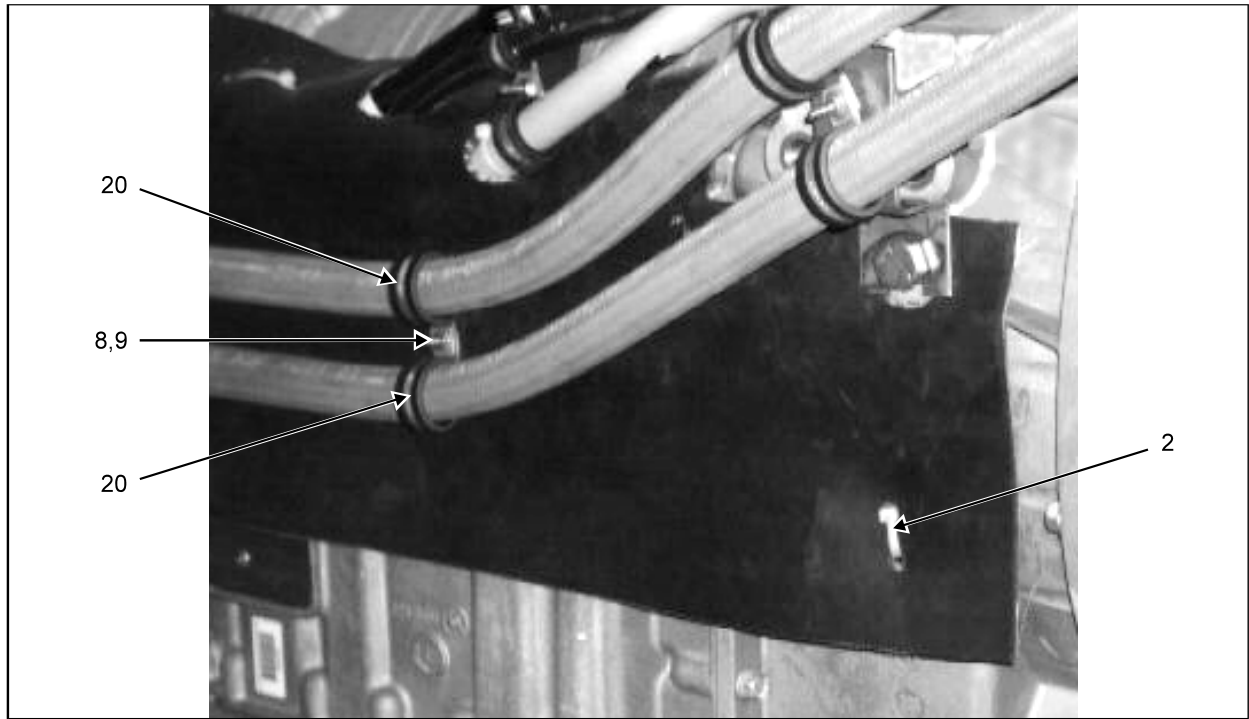
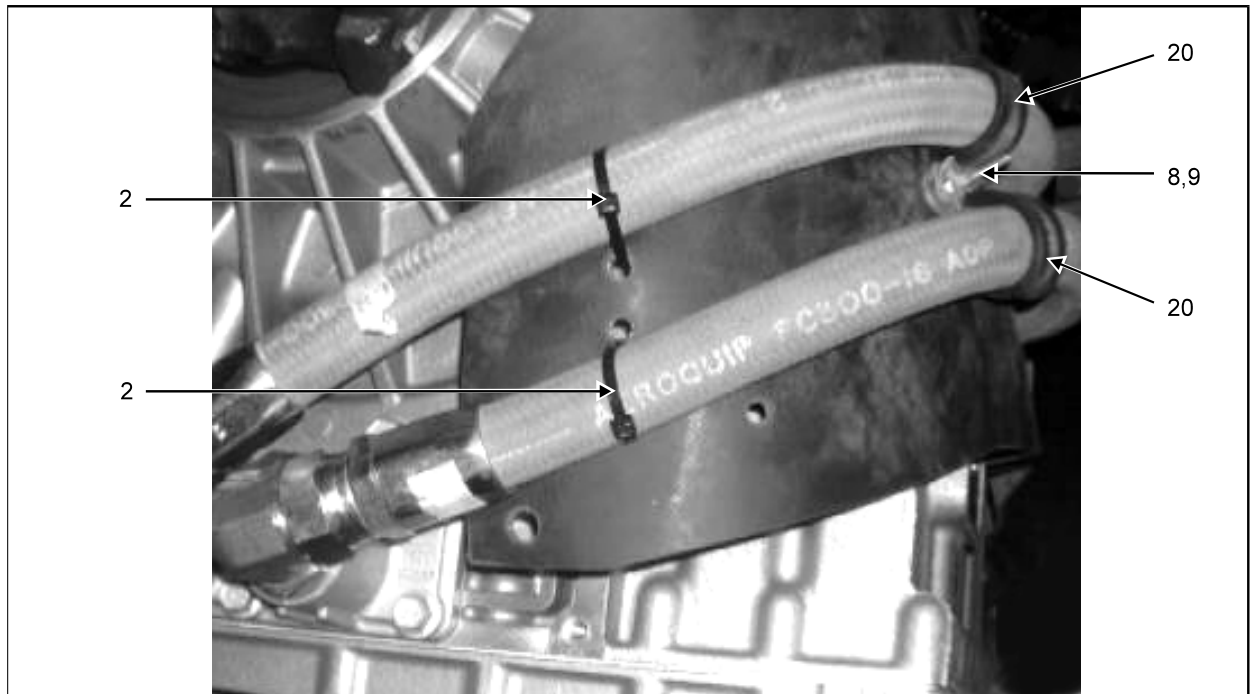

FIGURE 11
FIGURE 12
23. Réinstaller le support des boyaux hydrauliques sur le boîtier du convertisseur en prenant soin d'insérer le rideau protecteur entre le boîtier du convertisseur et le support (**Figure 11**).
24. Attacher le rideau protecteur au boîtier du convertisseur en utilisant un serre-câble (2).
25. Attacher les boyaux hydrauliques avec les pinces de retenue (20), une rondelle-frein (8) et un écrou (9) en utilisant la vis de la pince de retenue installée à l'étape 11 précédente.
26. Attacher les boyaux hydrauliques avec les pinces de retenue (20), une rondelle-frein (8) et un écrou (9) en utilisant la vis du support installé à l'étape 13 précédente (étape 14 pour les véhicules avec ralentisseur) (**Figure 12**).
27. Attacher le rideau protecteur aux boyaux hydrauliques en utilisant les serre-câbles (2).